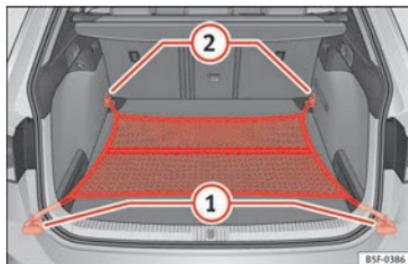

Fig. 134 Nel bagagliaio: tasca a rete a livello del piano (modello LEON ST).
- Se necessario, sollevare gli occhielli di ancoraggio anteriori » **fig. 134** ②.
- Fissare i ganci della rete agli occhielli di ancoraggio ② » **⚠**. La cerniera della tasca dev'essere rivolta verso l'alto.
- Fissare i ganci della rete agli occhielli di ancoraggio ①.